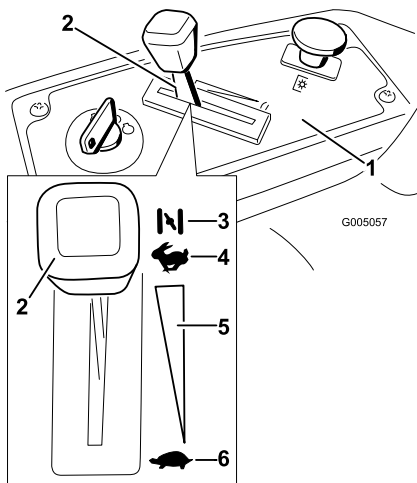

Figure 11
3. Placez la manette d'accélérateur en position Starter pour démarrer à froid (Figure 11).
5. Lorsque le moteur a démarré, amenez progressivement la manette d'accélérateur en position de Haut régime (Figure 11). Si le moteur cale ou hésite, ramenez la manette d'accélérateur en position de Starter pendant quelques secondes. Répétez l'opération si nécessaire.
- Tournez la clé de contact en position Contact coupé (Figure 11) et enlevez la clé du commutateur d'allumage.